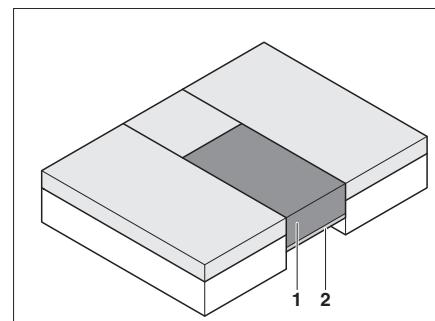

Fig. 76 Dopo la trasformazione
- Collocare il cuscino aggiuntivo (Fig. 76,1) sul telaio portamaterasso (Fig. 76,2) estratto.
Per portare il cuscino aggiuntivo (Fig. 76,1) alla stessa altezza degli altri cuscini, è necessario premerlo con forza.
- ▷ Inserire il cuscino aggiuntivo (Fig. 76,1) e sedervisi sopra.